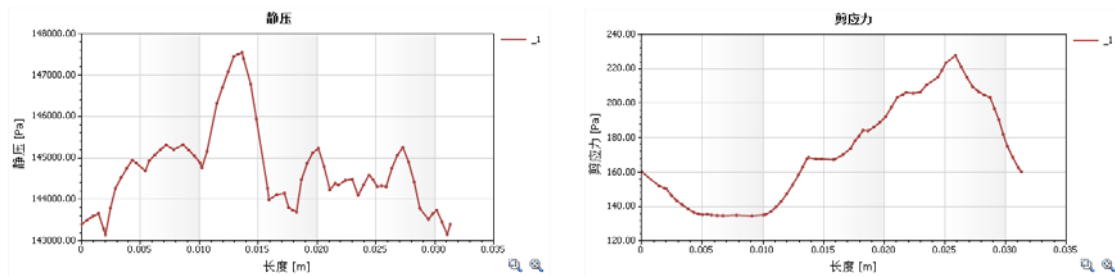

图 12-28 查看 XY 参数操作
- “XY 参数”：可以图表的形式显示某条边线处的结果值情况，如图 12-28 所示。